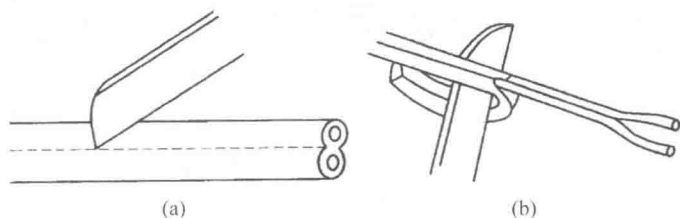

图 1-11 塑料护套线绝缘层的剖削
① 首先按所需长度用电工刀刀尖沿芯线中间缝隙划开护套层,如图 1-11(a)所示。
② 然后向后翻起护套层,用电工刀齐根切去,如图 1-11(b)所示。
③ 在距离护套层 $5 \sim 10\text{mm}$ 处,用电工刀以 45° 角倾斜切入绝缘层,其他剖削方法与塑料硬线绝缘层的剖削方法相同。